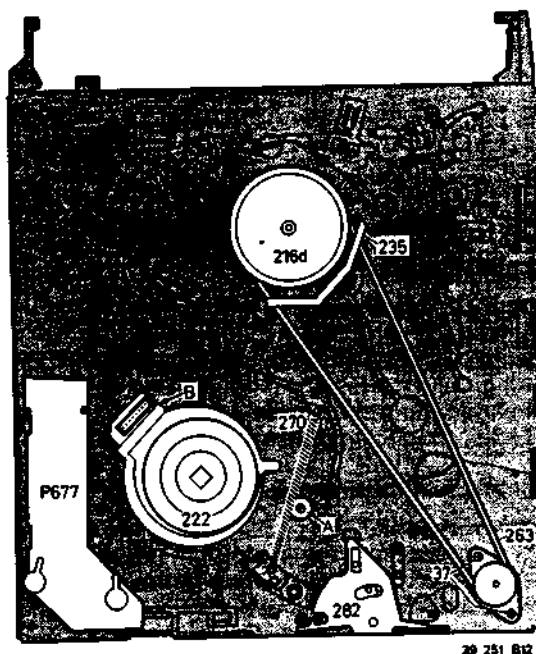

Fig. 3-1-7
- Von der Laufwerk-Unterseite läßt sich durch das Chassis und durch den Einfädelring hindurch Pos. A (Abb. 3-1-7) die Schraube Pos. 27 herausdrehen und den Kopf auswechseln.
- Durch das ovale Loch im Chassis hindurch die zwei Befestigungsschrauben 37 lösen (Abb. 3-1-7).